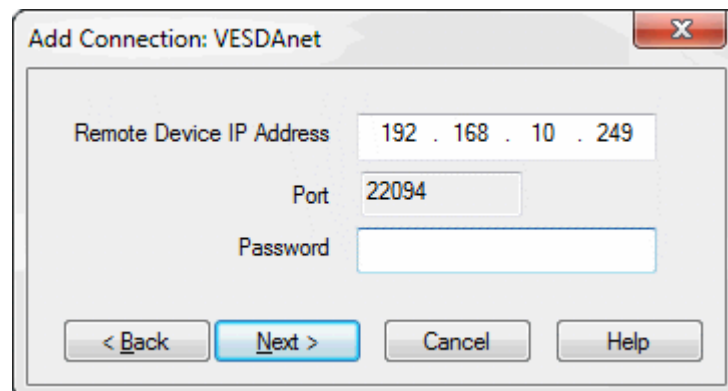

Figura 5-6: Introducir la dirección IP
- Introduzca la dirección IP del detector. Introduzca la contraseña configurada para la autenticación por Ethernet y WiFi. Seleccione **Siguiente** ("Next") (Figura 5-6).